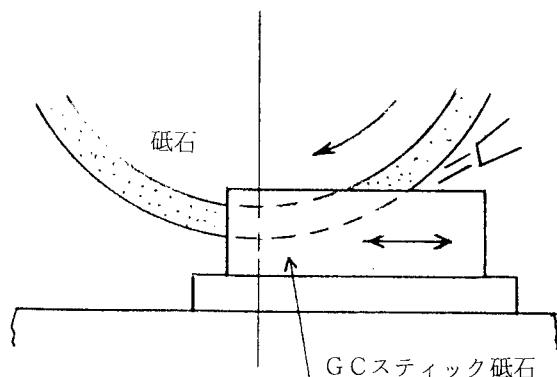

図 2-13
(6) ドレッシング
① 方 法
- スティック砥石をバイスに取り付けるか、または両面を研削仕上げした鋼板に接着したものをお電磁チャック上に付け、砥石の切込みを与えて、テーブル左右送りを低速にてプランジ送りする。（図 2-13）